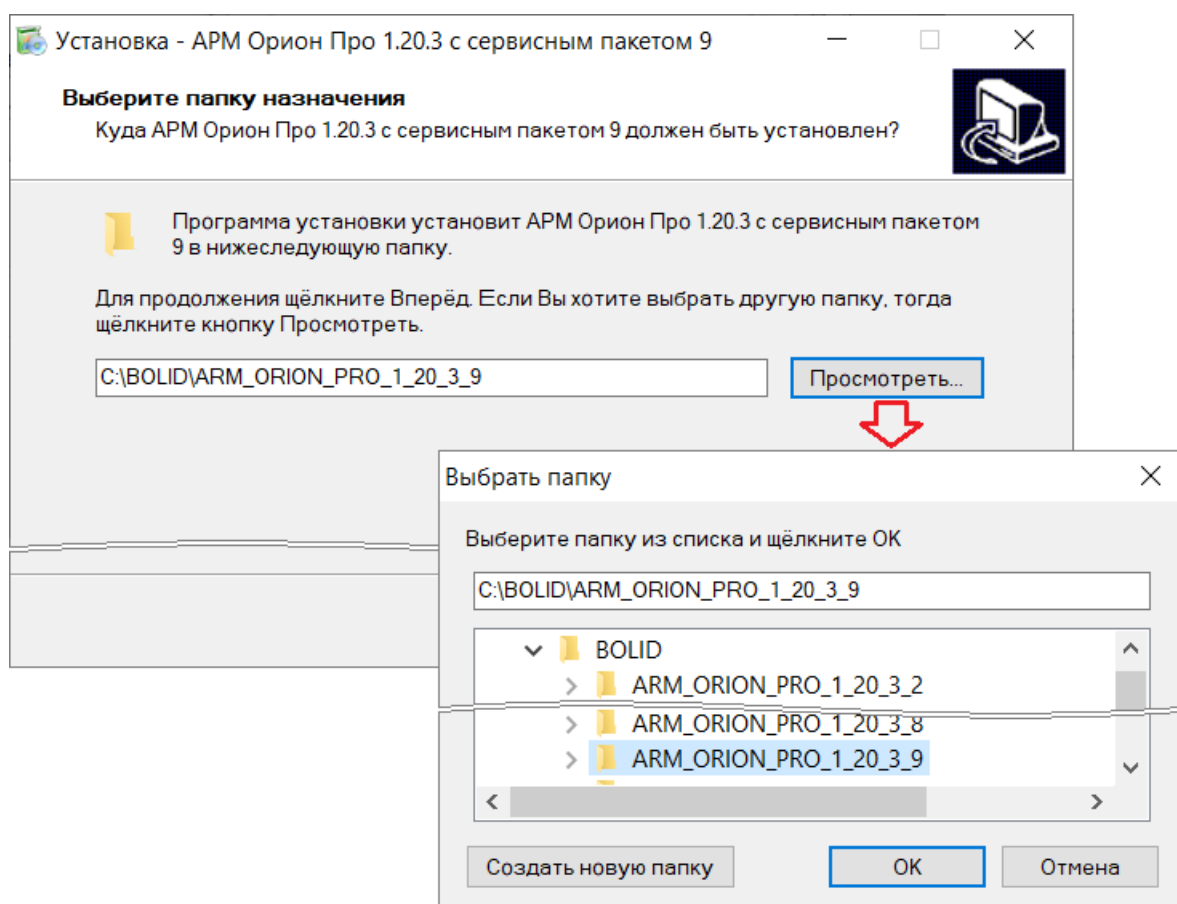
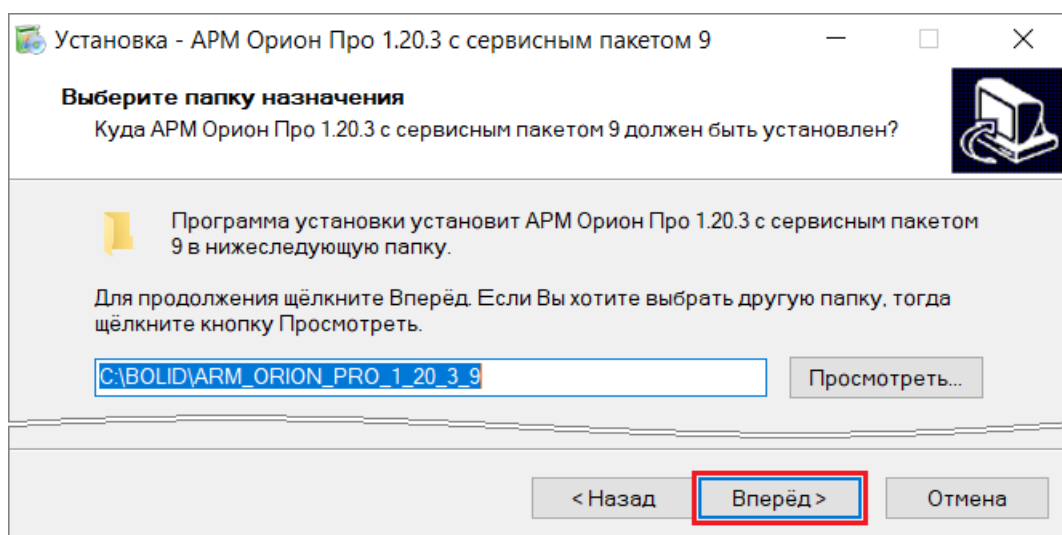

Рисунок 2-8 Переход к выбору папки для установки ПО
Рисунок 2-9 Выбор папки для установки ПО
- 7) На новой странице Мастера установки ПО выберите папку для установки ПО. Для выбора папки из каталога нажмите кнопку «Просмотреть» (см. Рисунок 2-8): откроется окно выбора папки, где выберите уже имеющуюся папку (либо создайте новую папку и выберите ее), после чего подтвердите выбор папки нажатием кнопки «ОК». После выбора папки для установки ПО нажмите кнопку «Вперёд» (см. Рисунок 2-9) для продолжения работы с Мастером установки ПО;